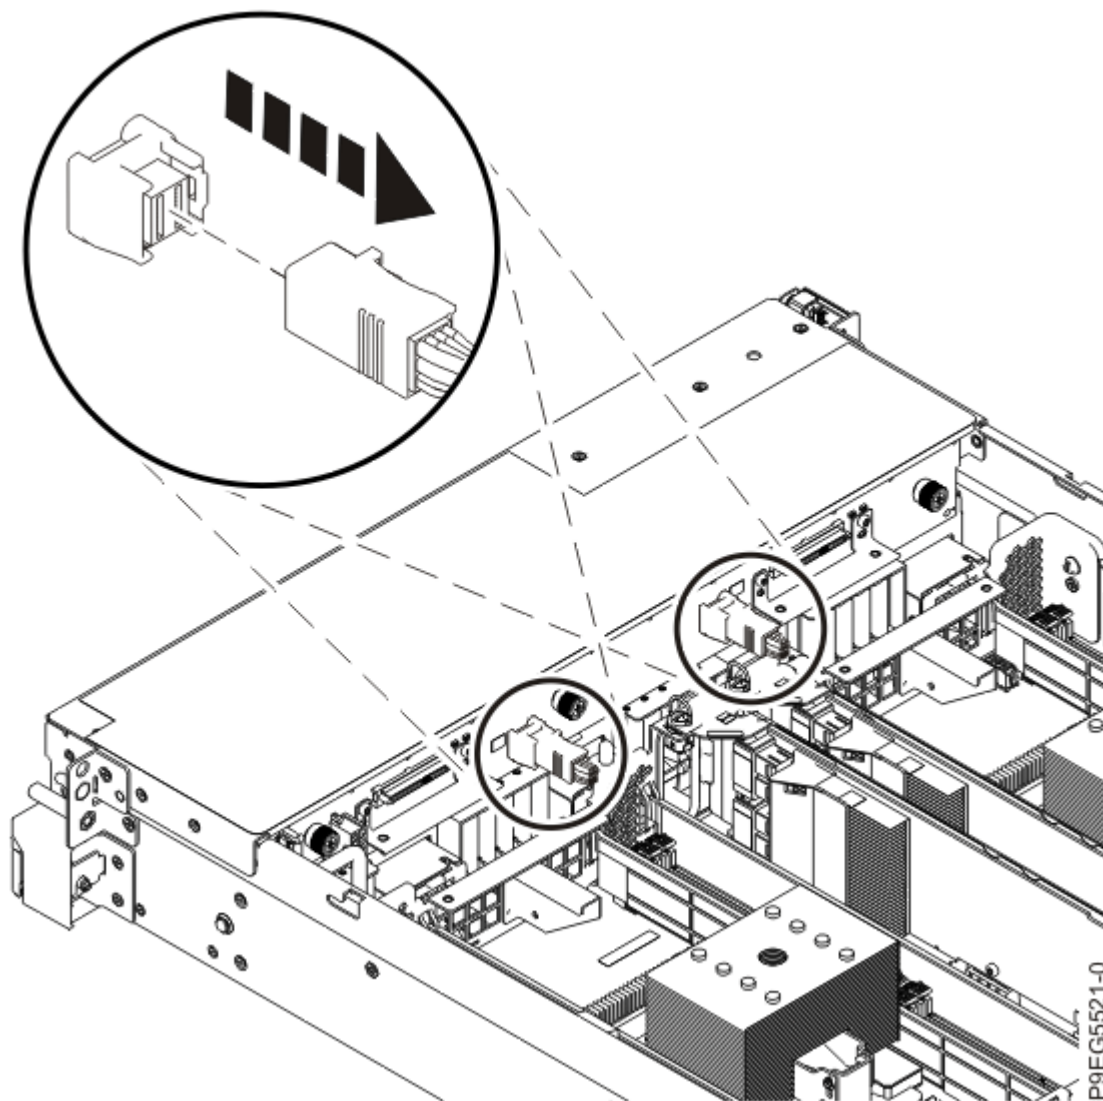

Figura 11. Desconectando os cabos SAS frontais
6. Etiquete os cabos SAS frontais e como eles se conectam entre o painel traseiro da unidade de disco e o adaptador interno SAS RAID. Registre como os plugues e as tomadas são conectados. Desconecte os cabos SAS frontais do painel traseiro da unidade de disco pressionando a trava do cabo e desconectando o cabo conforme mostrado na Figura 11 na página 13.